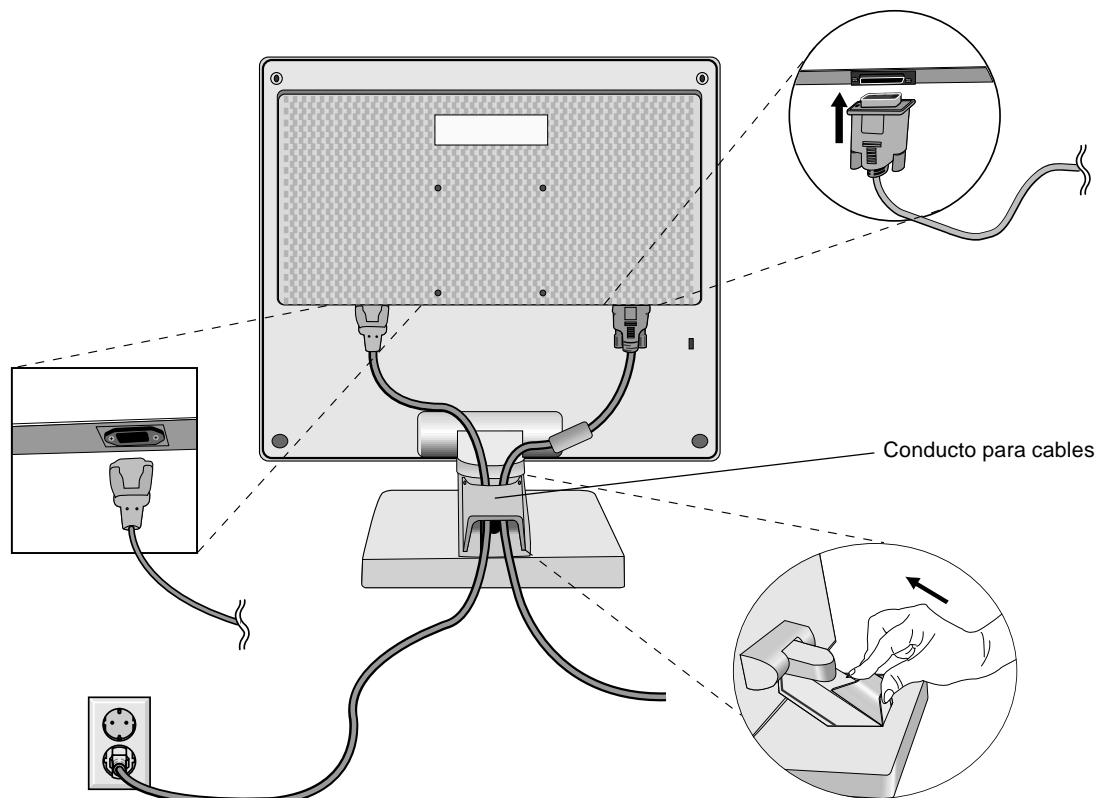

Figura C.1
4. Conecte el mini D-SUB de 15 clavijas del cable de señal de vídeo al conector adecuado en la parte posterior del monitor (**figura C.1**).
5. Conecte un extremo del cable de alimentación al monitor LCD1501 y el otro a la toma de corriente. Coloque el cable de señal de vídeo y el cable de alimentación por debajo del conducto del cable (**figura C.1**). Vuelva a colocar el conducto del cable.